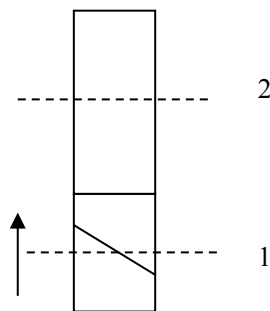

图 2
1、如图 2 所示齿轮机构中，齿轮 1 为主动轮，转动方向如箭头所示，标出齿轮 2 的螺旋线方向、转动方向，以及各齿轮的圆周力、径向力和轴向力的方向。